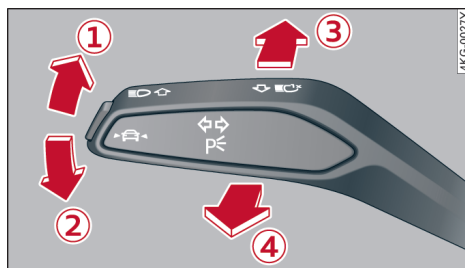

图 41 操纵杆：打开/关闭车灯功能
③ $\rightarrow$ 45 页，图 41。组合仪表显示屏中出现指示灯 $\rightarrow$ ，远光灯自动增开/关闭。如果远光灯部分或完全增开，那么指示灯亮起 $\rightarrow$ 。
③ $\rightarrow$ 45 页，图 41。指示灯 $\rightarrow$ 亮起。
④ $\rightarrow$ 45 页，图 41。远光灯辅助系统已被关闭。
④ $\rightarrow$ 45 页，图 41。如果没有增开远光灯，那么远光灯辅助功能保持启用状态。
- ▶ 要启用远光灯辅助系统时，请向前轻推操纵杆  → 45 页，图 41。组合仪表显示屏中出现指示灯 ，远光灯自动增开/关闭。